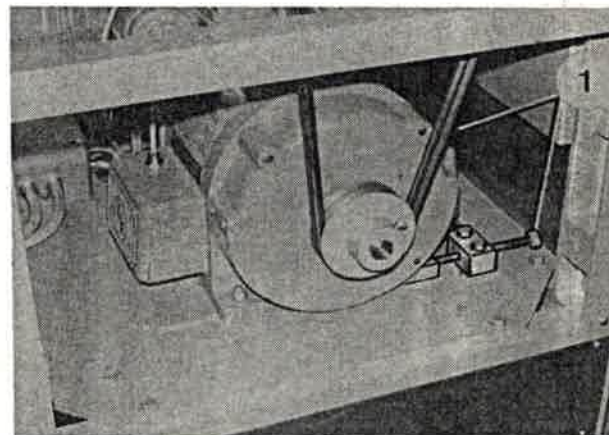

Bild 127
3. Zum Austauschen Befestigungsschrauben (Bild 127/1) des Antriebsmotors lösen, Motor in den Langlöchern entsprechend versetzen und Keilriemen abnehmen.